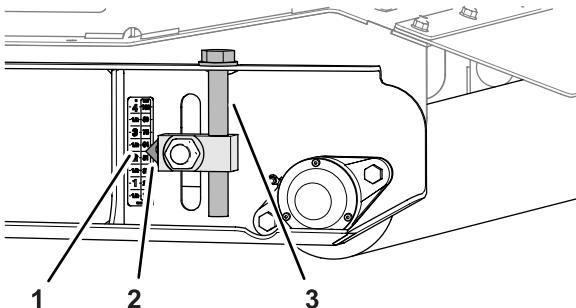

Figura 83
5. En el rodillo trasero, suba los ajustadores de altura de corte izquierdo y derecho hasta la marca de 57 mm ($2\frac{1}{4}$ ") de la pegatina (Figura 83).